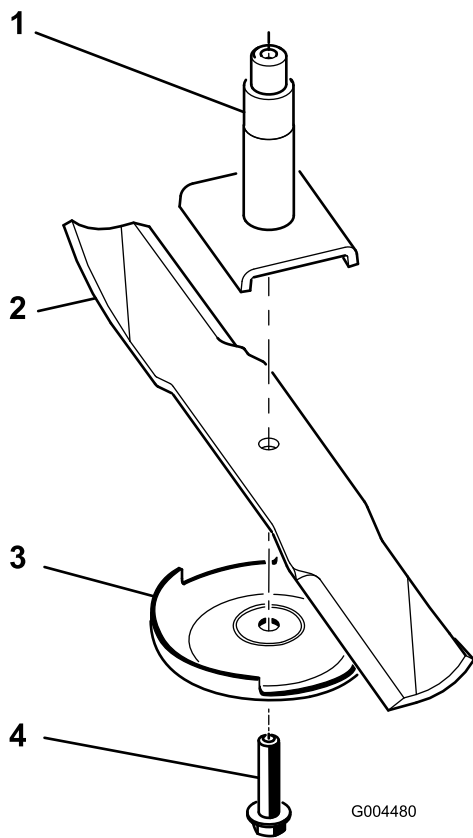

Figura 77
**Nota:** Si la cuchilla se mantiene horizontal, está equilibrada y puede utilizarse. Si la cuchilla no está equilibrada, rebaje algo el metal en la parte de la vela solamente (Figura 77). Repita este procedimiento hasta que la cuchilla esté equilibrada.
1. Instale la cuchilla en el eje (Figura 77).
2. Instale la placa protectora de césped y el perno de la cuchilla (Figura 77).